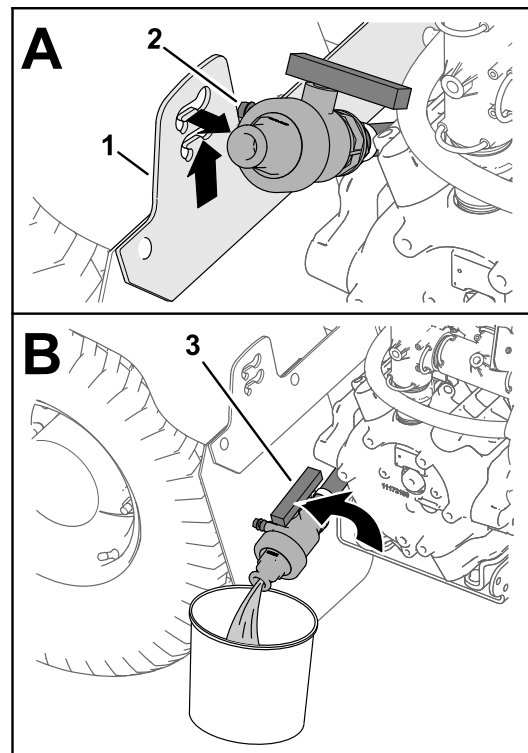

Рисунок 50
3. Поднимите клапан, чтобы его монтажные штыри вышли из пазов кронштейна сливного клапана, и переместите клапан назад (Рисунок 50А).
4. Направьте конец клапана в сливную емкость и поверните ручку клапана в открытое положение (Рисунок 50В).
5. Когда бак будет полностью опорожнен, поверните ручку сливного клапана в закрытое положение и установите клапан на кронштейн сливного клапана (Рисунок 50В и Рисунок 50А).